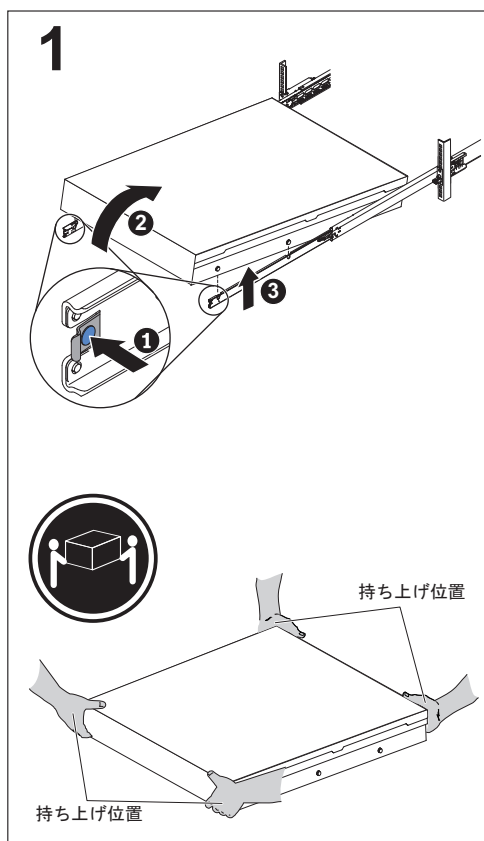

図 45. ラックからの SAN ポリウム・コントローラー 2145-DH8の取り外し
注: 2U サーバーを取り外す場合は、サーバーを持ち上げるときには、必ず 2 人必要です。手の位置は、69 ページの図 45 に示すようにします。
4. 69 ページの図 45 に示すように、ロック・レバー **1** を前方へ引きます。